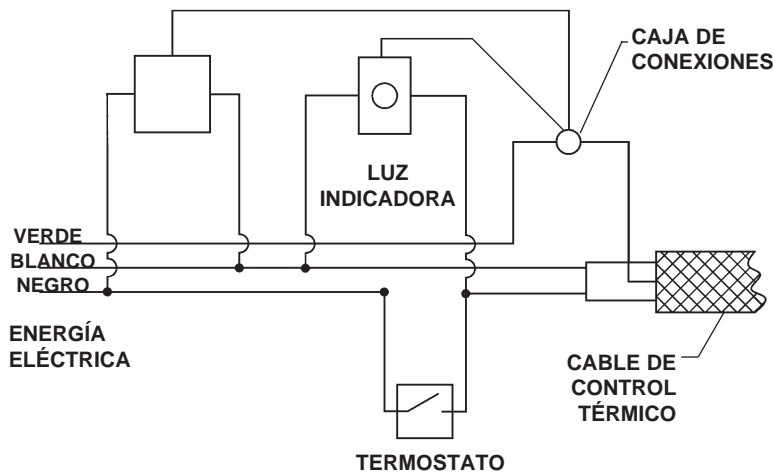

Figura 2
1. Conectar la luz indicadora a la caja de conexiones siguiendo el diagrama de cableado (figura 2) que se ofrece.